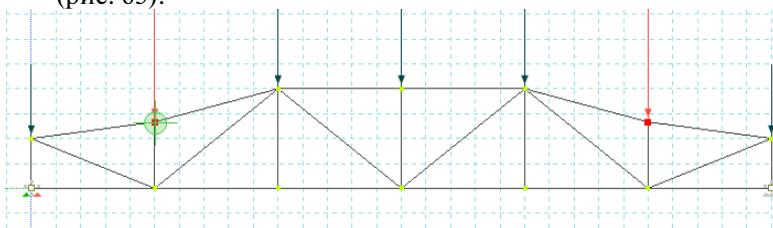

Рис. 65. Перемещение узлов по оси  $Z$
- Аналогично проводим подобную операцию для других узлов (рис. 65).